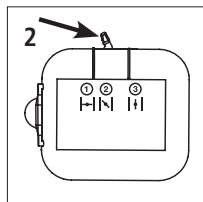

Fig. 16
5. Mova a alavanca do afogador para a posição "2" [Fig. 16].